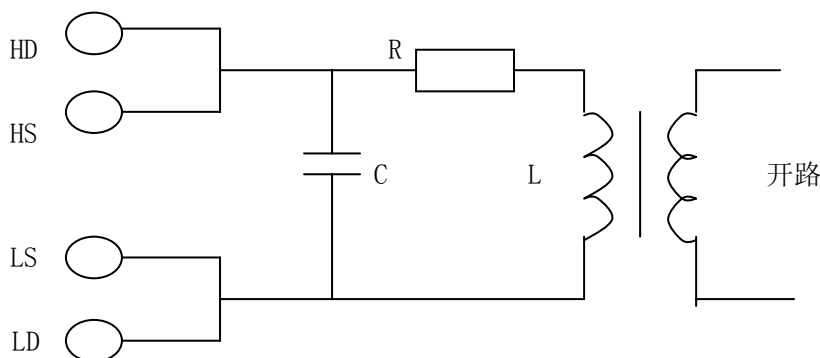
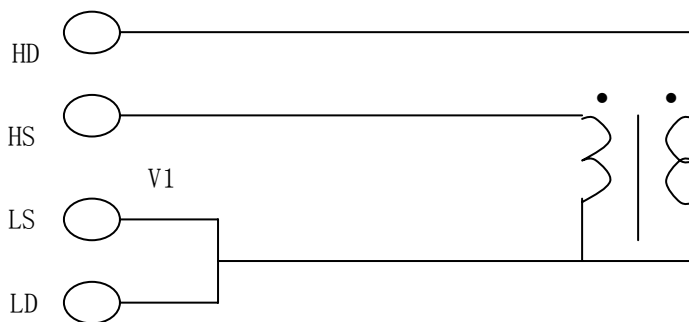

图 5-8 初、次级电感测量
图 5-11 互感量的测量
- **初、次级电感量的测量:** 使用图 5-8 的方法, 可直接测量初级电感量 (L_1) 和次级电感量 (L_2), 测量参数用 L_s-R_s 还可以同时测等效串连电阻。注意测量时应使其他绕组开路, 测量结果包括电容 C 的影响。
- **互感量的测量：**将变压器如图 5-11 连接，测量参数选用 L ，可直接测得互感量，测量时注意同名端的连接。
- **匝比的测量：**本仪器需要通过两步测量才能得到匝比。测量时可打开电压、电流监视 (V_m/I_m)，使显示器显示电压和电流值，首先按照图 5-8 测量初级阻抗，记录下初级电压读数 V_1 及阻抗 Z_1 ，然后 HD 与 LD 不动，将 HS 和 LS 接至次级测量，见图 5-12，并如图 5-11 一样将初次级在低端联在一起，记下次级电压读数 V_2 及阻抗 Z_2 。